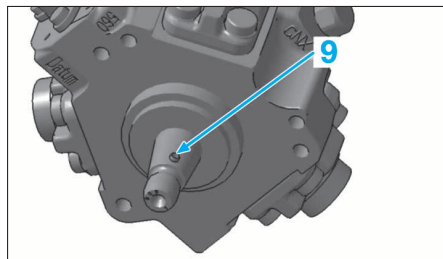

FIG. 51
- Vérifier la présence de la goupille (9) (Fig.51).